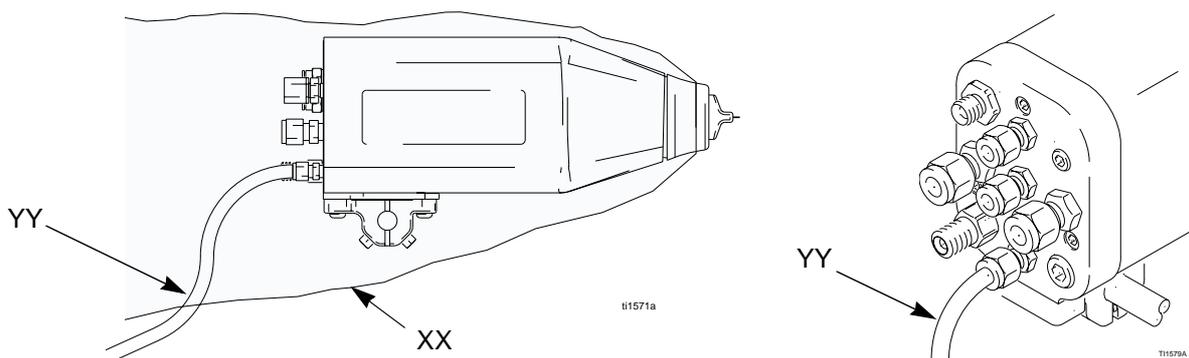

Fig. 9. Cubierta de tela
1. Instale la cubierta de tela (XX) sobre la parte delantera de la pistola y deslícela hacia atrás para cubrir los tubos y las mangueras expuestas en la parte posterior del colector. Vea Fig. 9.
2. Encamine el tubo de evacuación (YY) fuera de la cubierta. De esta forma se puede inspeccionar el tubo de evacuación por si se detecta la presencia de pintura o disolvente. Vea “**Comprobación de las fugas de fluido**” en la página 25. Sujete con cinta adhesiva o una abrazadera el tubo de evacuación para evitar que se mueva.